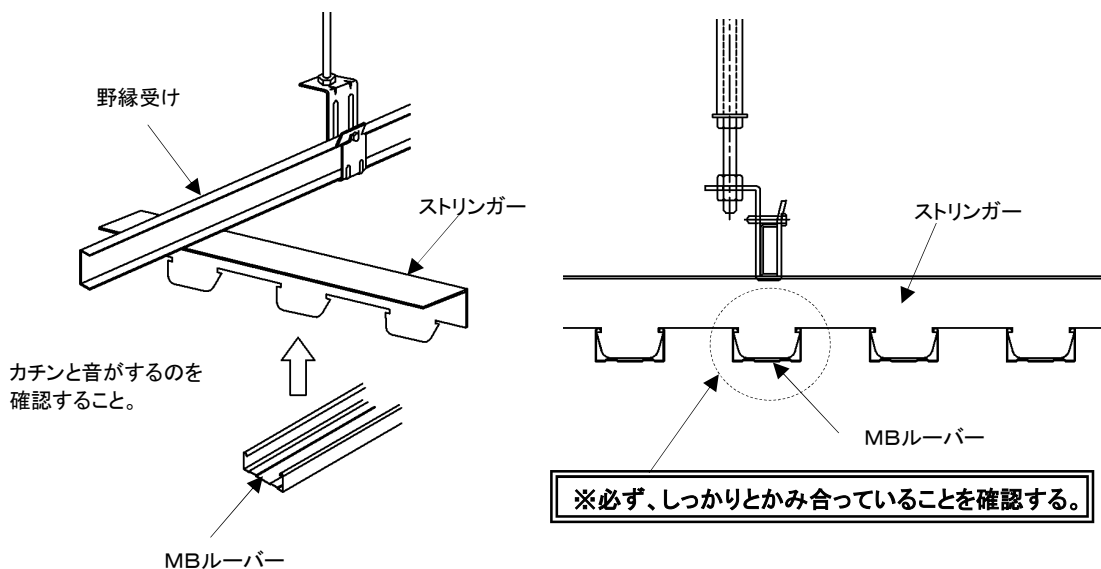

図 5-1 MBルーバーの取付け
- ・ストリンガーにMBルーバーを下から勘合する。(図5-1参照) その際必ずしっかりとかみ合っていることを確認する。